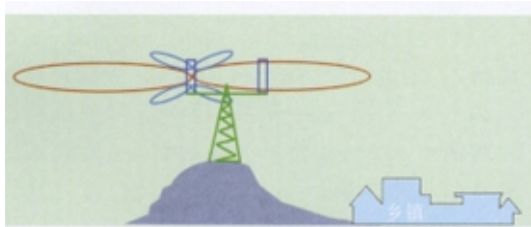

图3 产生“塔里黑”现象的天线安装示意图
(1) 在一些话务量较低的乡镇基站的建设中,往往是按照这样的思路来选择站点的,那就是无线信号要覆盖得远,信号覆盖要兼顾乡镇和公路,因此许多站点都选择在比较高的山顶上,而这些基站又都是全向站,这样一来就忽略了一个问题,那就是全向天线的信号波瓣是水平辐射的,信号波瓣没有下倾辐射,天线位置越高,离基站越近的地方信号电平就会越低,甚至于没有信号,正所谓“塔下黑”现象。如图3: